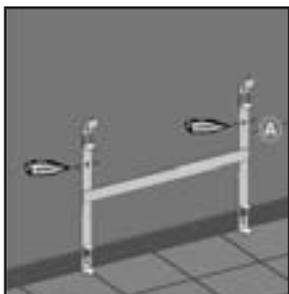

fig. 1
1. Presentar el soporte mural en el suelo en la posición en que lo vamos a colocar, marcando en la pared el agujero superior del tornillo en el soporte a ambos lados. (fig. 1)